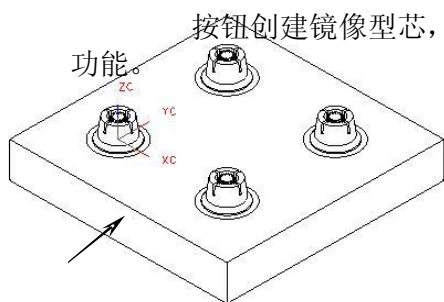

图5-16
8. 选择型芯，在键盘上按 **Ctrl+T** 组合键弹出【变换】对话框，单击确定按钮，**复制**选择型芯侧面作为镜像平面，如图 5-16 所示，然后依次单击